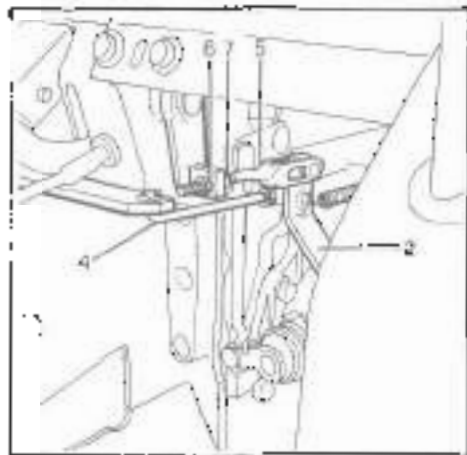

Fig. 20 • Bild 20
La regolazione dei tiranti destro e sinistro (6) del freno a mano, deve essere effettuata contemporaneamente alla regolazione dei freni di servizio sopracitati. Procedere nel modo seguente (vedere la fig. 20):
1. Allentare il contro dado (5) in prossimità della leva di comando apertura ceppi (2).
2. Avvitare il dado di regolazione (4) fino ad ottenere la stessa regolazione del tirante freno di servizio (4).
3. Serrare nuovamente il contro dado (5).
The hand brake left and right rods must be adjusted at the same instant as the service brakes. The adjusting procedure is as outlined (see fig. 20):
Le réglage des tringles droite et gauche (5) du frein à main doit se faire en même temps que la mise au point des freins de service. Procéder comme indiqué (voir fig. 20):
1. Desserrer le contre-écrou (6) à proximité du levier d'ouverture des sabots (2).
2. Serrer l'écrou (7) jusqu'à ce que le même réglage de la tringle du frein de service (4) ne soit obtenu.
3. Ré-serrer le contre-écrou (6).
Die Einstellung der Steuergestänge rechts und links (5) der Handbremse muss gleichzeitig mit der Einstellung der obangeführten Bedienungsbremsen durchgeführten Bedienungsbremsen durchgeführt werden. Wie folgt verfahren (siehe Bild 20):
1. *Die Gegenmutter (6) nahe dem Steuerhebel zum Öffnen der Bremsbacken (2) lösen.*
Strictly comply with the prescribed procedure. The hydraulic system assembly diagram is shown in figure 20.